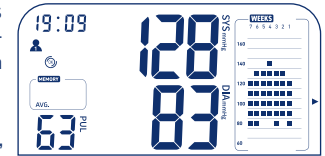

Figure 1
- Si la dernière mesure effectuée était une mesure individuelle, la valeur moyenne des 3 dernières mesures individuelles est calculée et affichée avec l'indication « AVG. » (Figure 1).